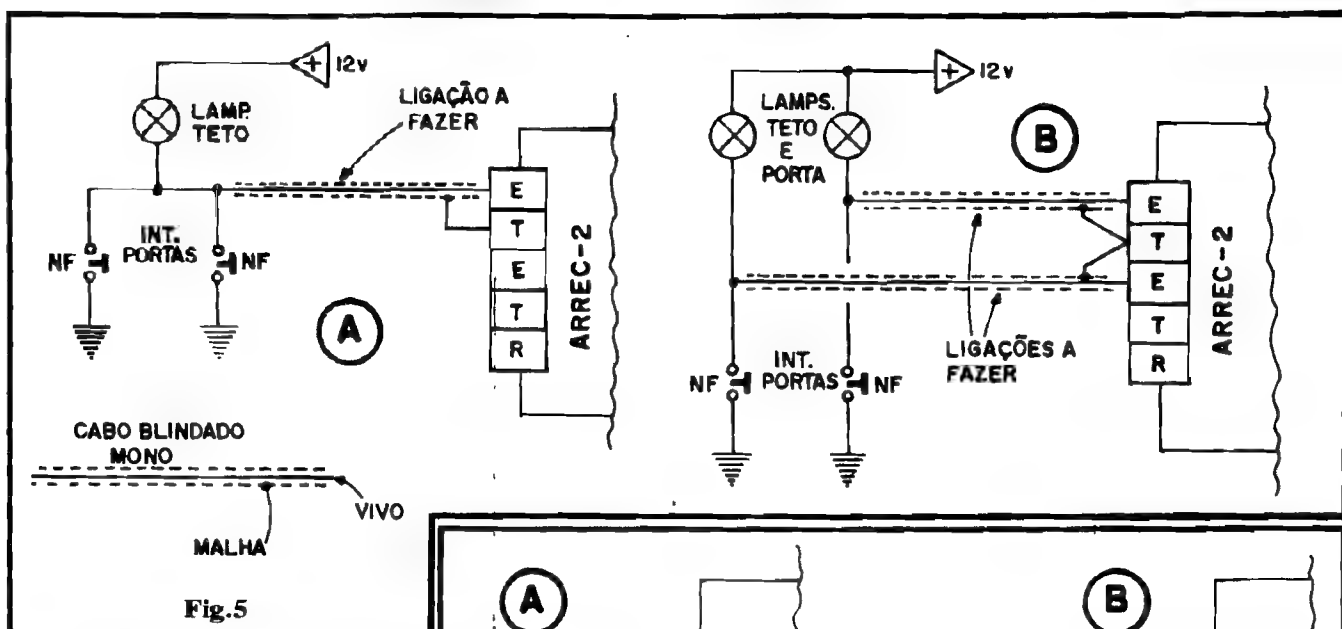

Fig.5
- Se o cabo do dito botão de REARMAR tiver que ser estabelecido num percurso muito longo, passando por sobre outras fiações já existentes no sistema elétrico do veículo, podemos proteger a sua instalação contra a captação de pulsos interferentes, simplesmente efetuando-a também com um condutor blindado mono (como foi sugerido para as Entradas de disparo, na fig. 5...). No caso, observar bem as necessárias ligações à malha do dito cabo blindado, tanto a um dos terminais do push-button quanto ao terminal "T" da barra de conectores do ARREC-II...